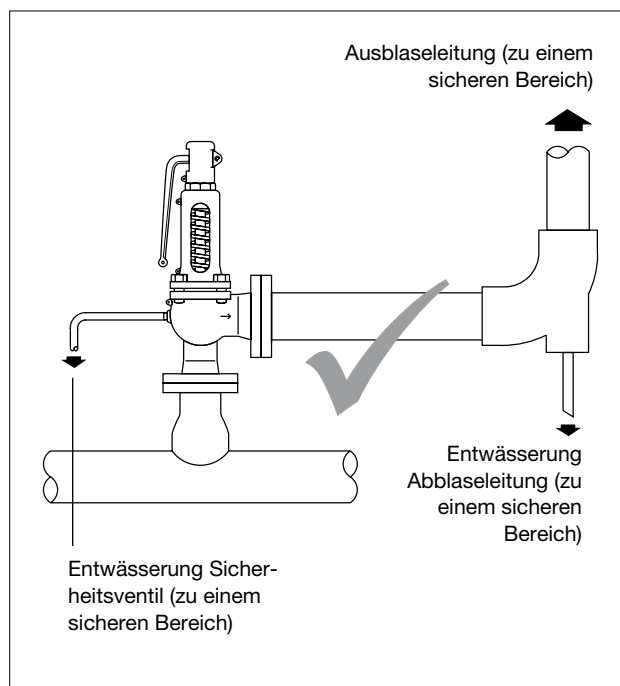

Bild 4
8. Abblaseleitungen müssen mit Gefälle verlegt werden. Wenn die Abblaseleitung nach oben gerichtet ist, ist diese am tiefsten Punkt zu entwässern (Bild 4). Die Entwässerung muss ausreichend groß bemessen sein, um das Kondensat abführen zu können. Die Entwässerung ist mit Gefälle und einem frei beobachtbaren Austritt zu verlegen. Ein gefahrloser Austritt von Kondensat muss sichergestellt sein.